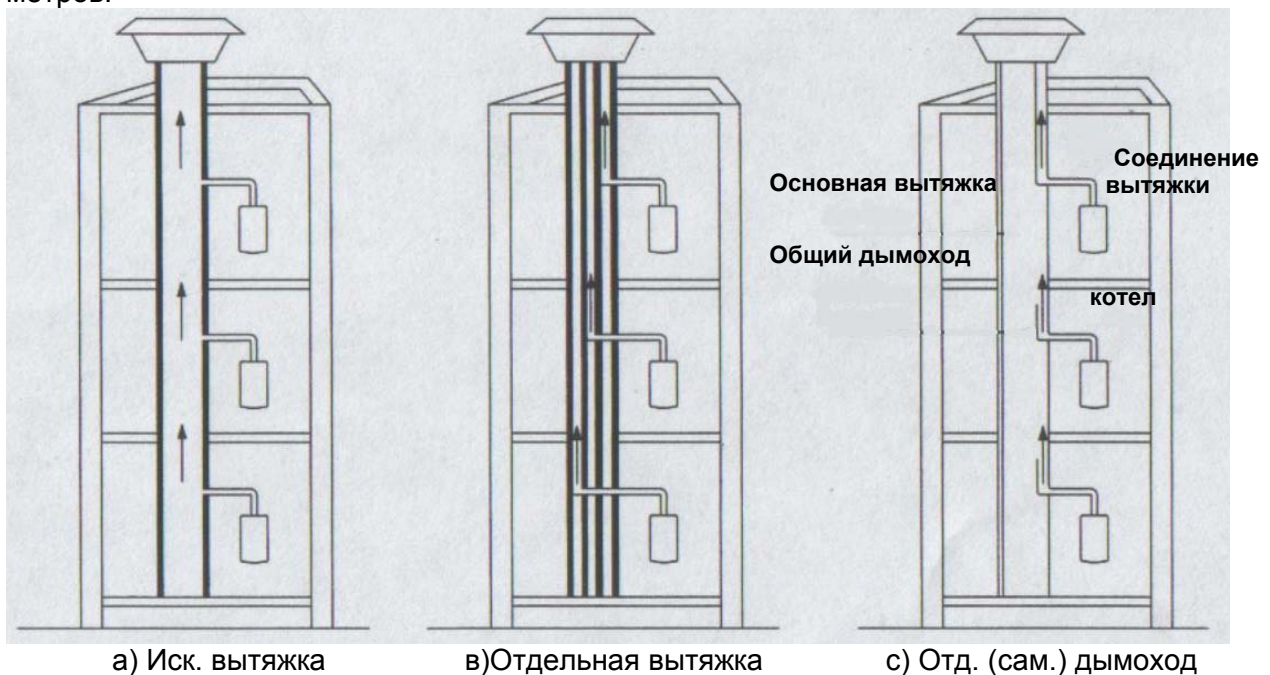

Рисунок 7.
- Типы вентиляционных шахт делятся на три основные категории: вытяжные трубы для отработанных газов, искусственные вытяжки, общие вытяжки (дымоходы) и отдельные (самостоятельные) вытяжки (см. Рисунок 7). Водонагреватели класса «Б» могут быть соединены к вентиляционным шахтам категории В и С (если нет ограничений со стороны ответственных компаний по газоснабжению). Запрещается соединять водонагреватели класса «Б» к вентиляционным шахтам категории А. Вентиляционные шахты категории В имеют отдельные каналы и каждый канал может быть использован только одним соответствующим ему пользователем.